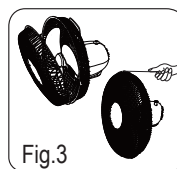

Fig.3
5. Öffnen Sie die Klammern am Vorderen Schutzgitter und setzen das vordere Schutzgitter auf das rückwärtige Schutzgitter (passen Sie auf die Löcher für die Schrauben). Ziehen Sie die Feststellschrauben fest. (Abb. 3)
5. Ouvrez les clips sur la protection avant et placez la protection avant sur la protection arrière (alignez les trous des vis de verrouillage) et fermez les languettes. Serrez la vis de blocage et l'écrou. (Fig. 3)